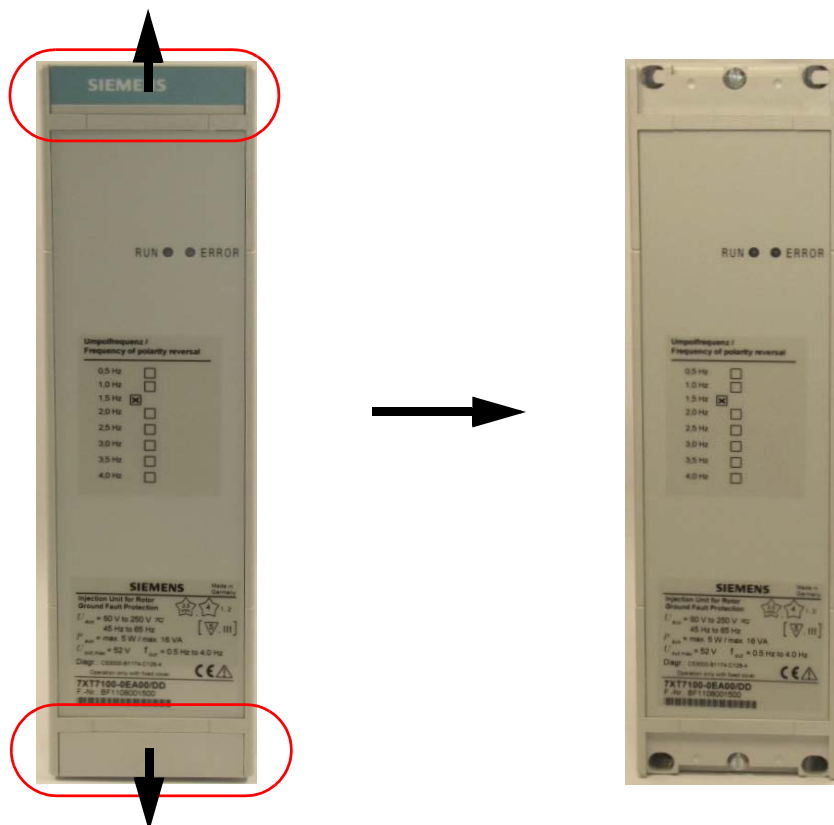

Bild 8-1 Abziehen der Abdeckkappen
- ✧ Ziehen Sie an der Frontabdeckung die 2 Abdeckkappen jeweils nach oben und unten ab (siehe Bild 8-1).
- ✧ Schieben Sie die beiden Abdeckkappen wieder in die Frontabdeckung (siehe Bild 8-1).